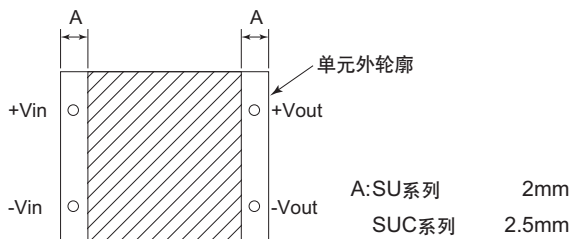

图6.1 不应布置模板的区域
■请勿在图6.1所示的阴影区内布置模板。否则可能会导致安装电源的PCB表面绝缘失效。如需在阴影区布置模板而非地接盘，请与本公司联系。